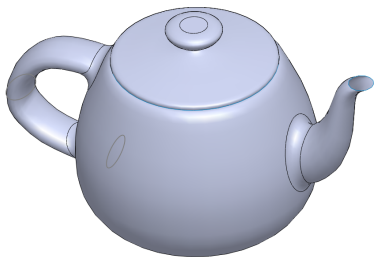

图 10-20 添加重合配合方式
(5) 单击两次【确定】按钮, 即可添加重合配合方式, 效果如图 10-20 所示。